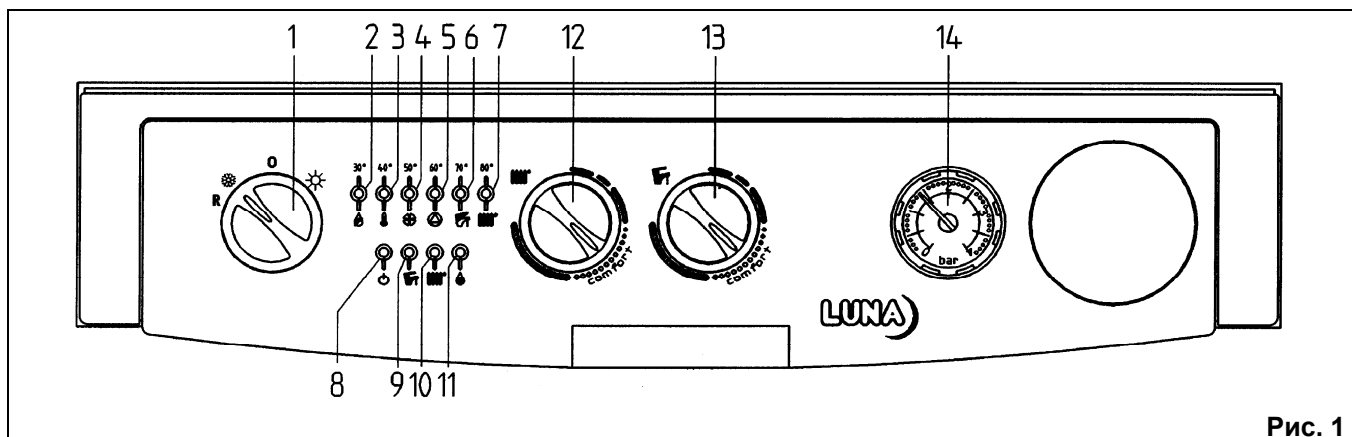

Рис. 1
Для регулировки температуры в комнате, можно использовать комнатный термостат. Если комнатный термостат не установлен, температуру в комнате можно регулировать ручкой регулирования температуры воды в системе отопления (позиция 5, рис.1). Чтобы увеличить температуру, поверните ручку по часовой стрелке, а чтобы уменьшить – против часовой стрелки. Электронная модуляция обеспечивает нагрев воды до установленной температуры, изменяя подачу газа к горелке в зависимости от реальной потребности в теплообмене.
- переключатель режимов (рис.1, позиция 1) не установлен в положение (0);